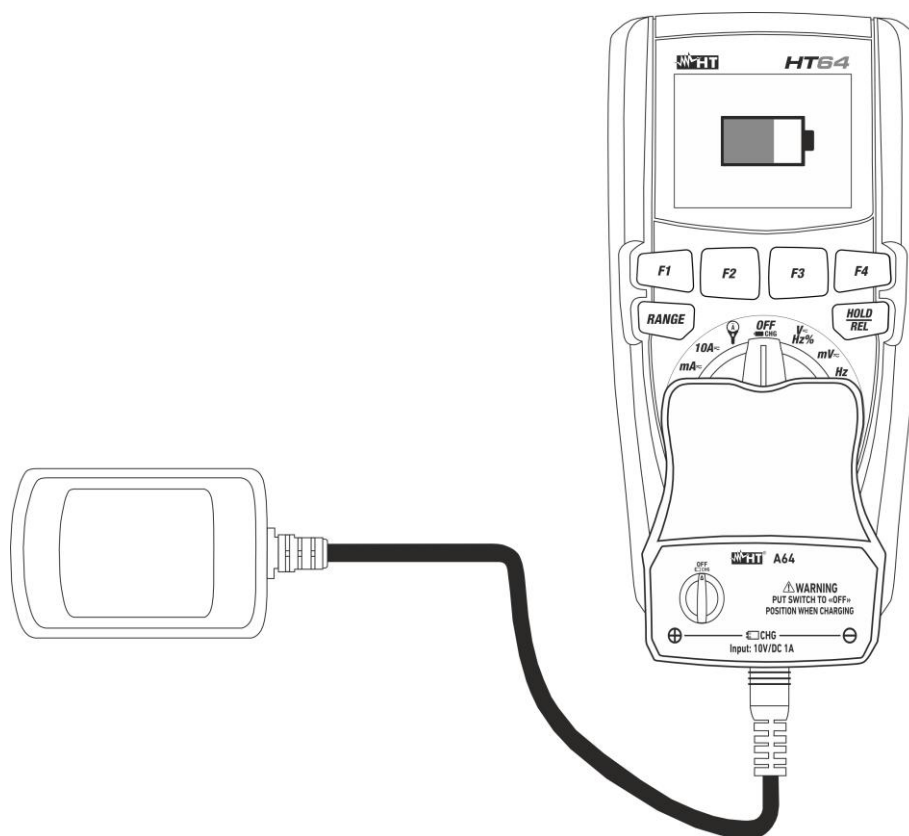

Fig. 33: Recarga da pilha interna
2. Inserir o adaptador do alimentador do carregador de baterias no instrumento nos quatro terminais de entrada (ver Fig. 33).